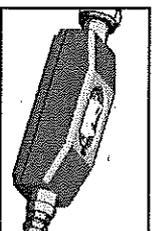

Fig. 3
4. Azionare il vibratore premendo l'interruttore sulla pulsantiera (fig. 3) e fare riferimento al relativo manuale d'uso e manutenzione di quest'ultimo.